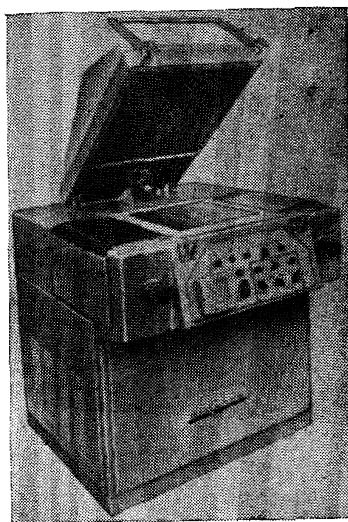

Рис. 48. Электронный копировальный прибор «Элкоп»
9.9. Электронный копировальный прибор ЭЛКОП (рис. 48) предназначен для контактного копирования рулонных негативов и негативов на стекле на форматные фотоматериалы. Прибор оборудован электронной системой для выравнивания до 90% разности контраста и плотности по всей площади негатива. Выравнивание фотоматериалов осуществляется с помощью пневматической прижимной подушки, экспонирование производится автоматически. Имеется двухскоростной механизм перемотки пленки.